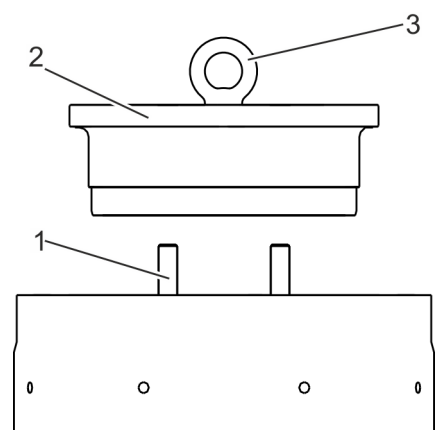

Fig. 13: Enroscar los cáncamos macho en la tapa de fijación
- 24.** Si los ha retirado, enrosque los cáncamos macho (Fig. 13/3) a la tapa de fijación (Fig. 13/2).
- 25.** Amarre los cáncamos macho (Fig. 13/3) al equipo de elevación.
- 26.** Eleve la tapa de fijación (Fig. 13/2) por encima del cuerpo de la válvula y bájela haciendo encajar los orificios con los espárragos roscados (Fig. 13/1) de la tapa.